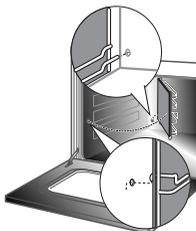

Fig.1
- Retirer d'abord la plaque à pizza puis la base sur laquelle elle est fixée (Fig. 1). Cette dernière doit être soulevée de quelques millimètres puis extraite vers l'extérieur.
- 4 Retirer les guides latéraux (fig.1) ;
L'appareil est encastrable dans des meubles de n'importe quel matériau qui résiste à la chaleur. Respecter les dimensions indiquées sur les figures 1, 2, 3. Pour la mise en place sous des plans de travail, respecter les dimensions indiquées sur la figure 1-3. Pour la mise en place sous des plans de travail recevant des tables de cuisson combinées, respecter une distance minimum de la paroi latérale éventuelle de 110 mm minimums comme indiqué sur la figure 1.
Pour la mise en place en colonne, respecter les dimensions indiquées sur la figure 1-2, en tenant compte que dans la partie supérieure/arrière le meuble devra avoir une ouverture de 80-90 mm de profondeur. Visser les 2 vis **A** à l'intérieur du cadre (fig. 1). Pour des installations sous « plan » s'assurer que la partie arrière/inférieure du meuble ait une ouverture semblable à celle de la figure 1 (réf. B). Pour la mise en place et la fixation de la table de cuisson, consulter les instructions annexées à ce type d'appareil.